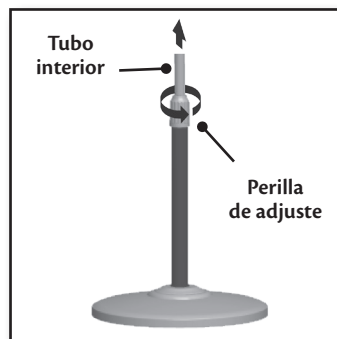

Figura 6
4. Incline la base hacia atrás en forma vertical. Figura 6.
5. Sostenga firmemente el tubo telescópico y gire la perilla de ajuste en sentido anti-horario para aflojar. Figura 6.
6. Levante el tubo interior y apriete la perilla de ajuste girándola en sentido horario hasta asegurar. Figura 6.